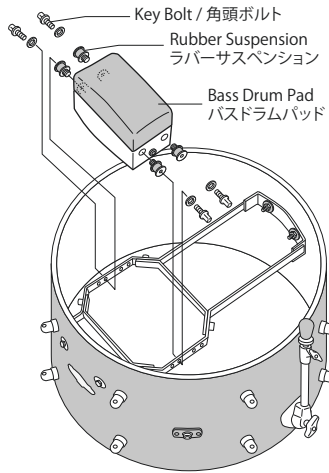
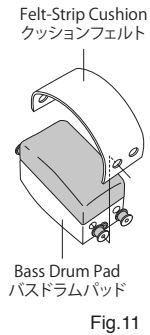

Fig.7
Fig.11
1. Insert the four Rubber Suspension holders into the Bass Drum Pad. Install the Bass Drum Pad to the frame using the provided Key-Bolts (Fig.7).
バスドラムパッドにラバーサスペンションを4箇所取り付け、ドラムキーを使って、バスドラムパッドをFig.7のように角頭ボルト4本で固定します。
- To install the felt-strip cushion, remove the bass drum pad from the frame. Attach it to the Pad by using the rubber suspension spacers to hold it in place. Re-install to the frame by the provided Key-Bolts as shown in (Fig. 7, 11).
- 支柱からバスドラムパッドを外し、クッションフェルトの4箇所穴にラバーサスペンションを通し (Fig.7, Fig.11)と同様に角頭ボルト4本で固定し直して下さい。